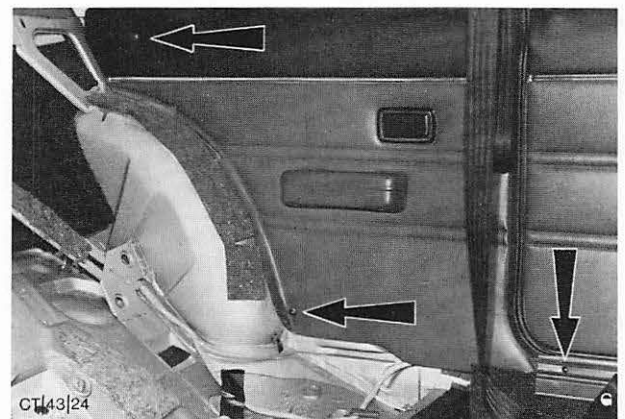

Abb. 11 Lage der Befestigungsschrauben der hinteren Seitenwandverkleidung. Die vordere Schraube unten befestigt auch die Einstiegschiene.
3. Hintere Seitenwandverkleidung ausbauen. Abb. 11.